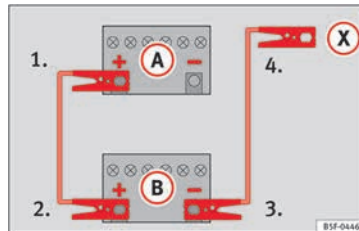

Fig. 67 Esquema de conexión para vehículos sin sistema Start Stop.
2. Emborne un extremo del cable rojo de emergencia al polo positivo (+) del vehículo con la batería descargada (A)» » fig. 67.
3. Emborne el otro extremo del cable rojo de emergencia al polo positivo (+) del vehículo que suministra la corriente (B).
4. En los vehículos sin sistema Start-Stop: emborne un extremo del cable negro de emergencia al polo negativo (-) del vehículo que suministra la corriente (B)» » fig. 67.
- En los vehículos con sistema Start-Stop: emborne un extremo del cable negro de emergencia (X) a un terminal de masa adecuado, a una pieza de metal maciza que